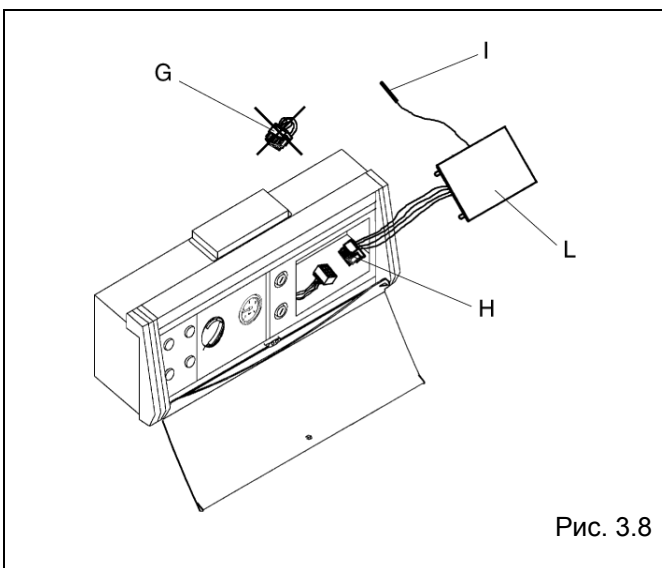

Рис. 3.8
- отсоедините 12-и штырьковый коннектор (G), который находится внутри панели управления, и вместо него присоедините 12-и штырьковый коннектор (H), который идет к электрическим контактам клеммника (рис. 3.8)
- пропустите датчик (I) термостата предельной температуры, который имеет 6 контактов, через одно из отверстий для проводов, имеющих в корпусе панели управления (рис. 3.8)